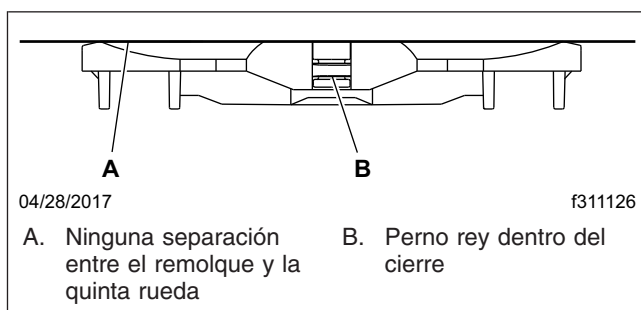

Figura 18.5, Inspección del acoplamiento
8. Lleve a cabo una inspección del acoplamiento, y cerciórese de que no haya una separación entre la parte inferior del remolque y la quinta rueda, y que el perno rey esté bien trabado. Vea la **Figura 18.5**.
10. Aplique los frenos de estacionamiento del remolque, entonces lleve a cabo una revisión física para ver si hay un acoplamiento positivo del remolque, y que no haya separación entre el remolque y la quinta rueda. Vea la **Figura 18.5**.